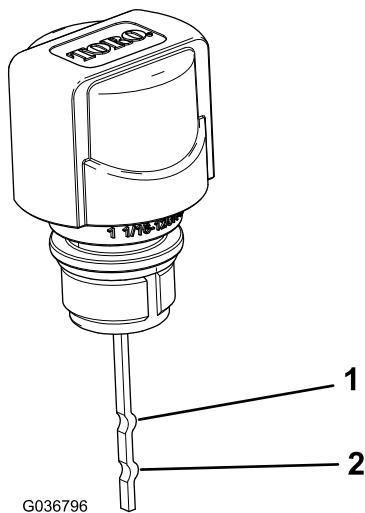

Figure 21
**Remarque:** Le niveau de liquide doit se situer entre les repères inférieur et supérieur sur la jauge (Figure 21).